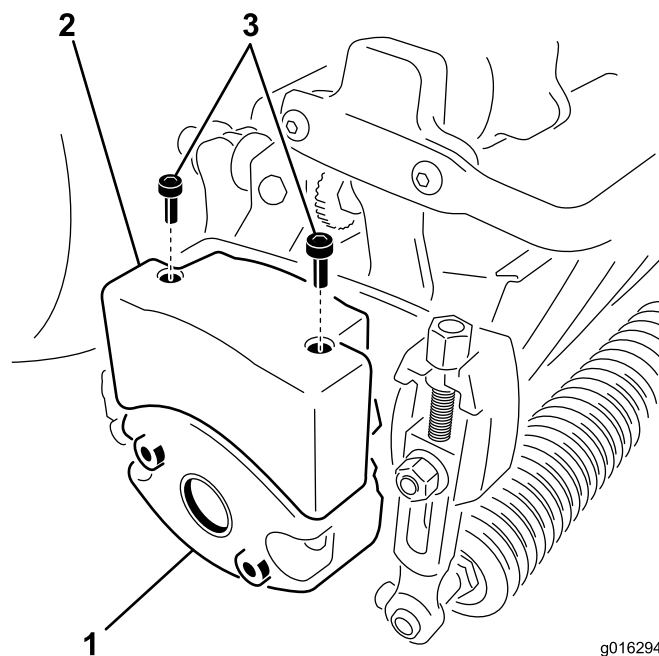

Figura 11
4. Retire los 2 pernos que sujetan el peso al costado de la unidad de corte. (Figura 11)
6. Instale un peso superior en el peso de la unidad de corte usando 2 tornillos de cabeza hueca hexagonal (Figura 11).